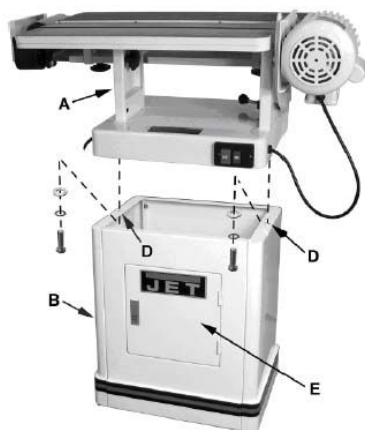

Рис. 2
ВНИМАНИЕ: узел с двигателем и шлифовальной лентой имеет массу (A) 95 кг. Будьте осторожны и используйте подходящие вспомогательные средства для подъема (Рис. 2). Откройте дверцу (E) и закрепите шлифовальный узел (A) рис.2 шестигранными винтами и шайбами (D).